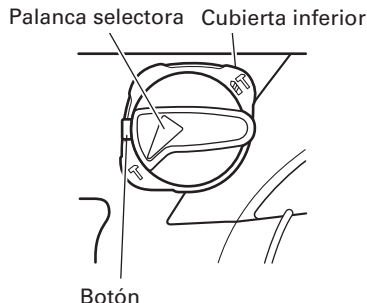

Fig. 8
(1) Cambio a “martilleo”
- Alinee la marca ▲ de la palanca selectora y **T** del sujetador de palanca, tal como se muestra en la Fig. 8.